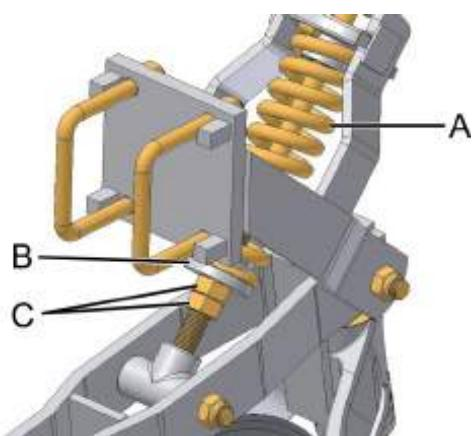

fig. 33
A profundidade do disco de corte é determinada pelo aumento da pressão da mola (A) (fig. 33) através do deslocamento com chave do guia (B), sendo o mesmo travado através da porca (C). Observe que a medida ajustada deverá ser a mesma em todas as molas das linhas.